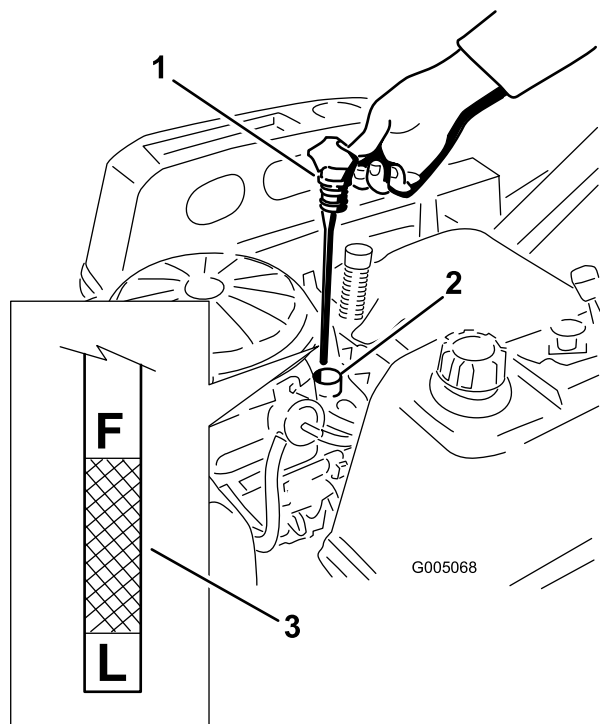
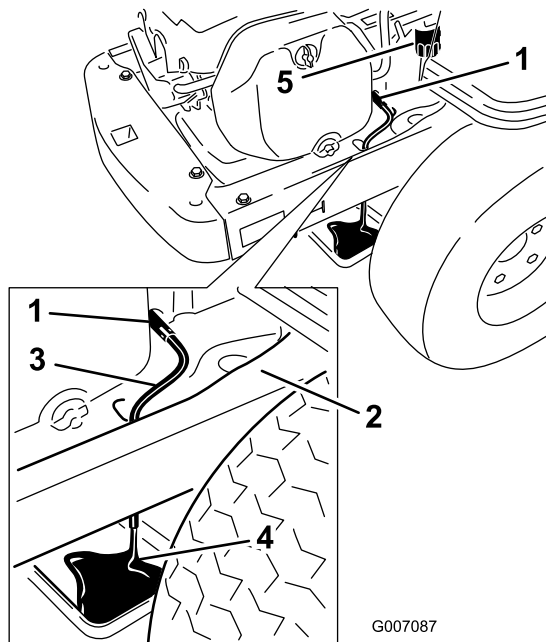

Figura 27
Figura 29
4. Retire el tapón de llenado/varilla de aceite y límpielo. Vuelva a colocar la varilla y empuje firmemente para asentarla en su lugar (Figura 27).
5. Retire la varilla y compruebe el nivel de aceite. (Figura 27).
7. Coloque un recipiente debajo de la máquina, directamente debajo del orificio de vaciado del bastidor, según se muestra en Figura 29.
8. Gire la válvula de vaciado 1/4 de vuelta en el sentido contrario a las agujas del reloj para abrirla y dejar que el aceite se drene (Figura 29). Retire el tapón de llenado/varilla (Figura 27).
10. Retire el filtro usado y limpie con un paño la superficie de montaje (Figura 29).
11. Cuando el aceite se haya drenado completamente, cierre la válvula de vaciado. Retire el manguito de vaciado y limpie cualquier exceso de aceite que hubiera en el bastidor (Figura 29).
15. Vierta lentamente un 80% aproximadamente de la cantidad especificada de aceite por el tubo de llenado (Figura 27).
16. Coloque firmemente el tapón de llenado/varilla (Figura 27).
17. Compruebe el nivel de aceite (Figura 27); consulte Verificación del nivel de aceite.
19. Coloque firmemente el tapón de llenado/varilla (Figura 27).